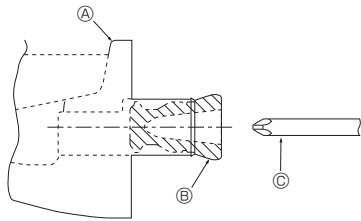

Fig. 5-1
- Vergewissern, da in die Rohrleitung auf der linken Seite der Gummistopfen in den Auslauf rechts eingesetzt ist. (Fig. 5-1)